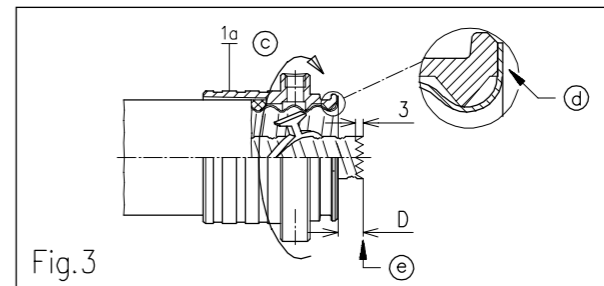

Fig. 3
## Außenleiter bördeln, Fig. 3
- e) Maß **D** überprüfen! Überstehende Isolierwendel abschneiden. Kabelinnenleiter entspr. Fig. 3. mit geeignetem Werkzeug (z.B. Dreikantfeile oder Seitenschneider) einkerben; Anzahl der Kerben s. Tabelle
or edge cutter) cable inner conductor according to fig. 3; number of notches see table.
## Flaring of outer conductor, Fig. 3